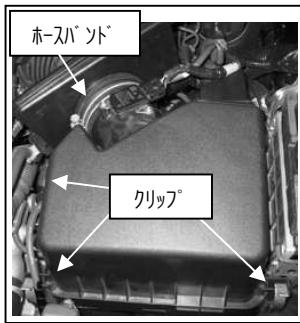

図3
- ③クリップを取り外し、サクションホースのバンドを緩め純正クリーナーBOX（上側）を取り外します。同時に、ソレノイド本体をクリーナーBOXから取り外します。図3参照